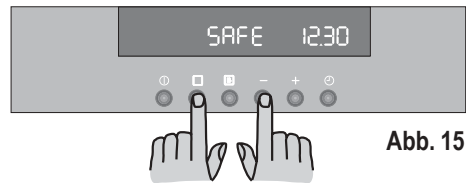

Abb. 15
- Drücken Sie gleichzeitig die Tasten  und "“ und halten Sie sie mindestens 3 Sekunden lang gedrückt. Man hört einen kurzen Signalton und auf dem Display erscheint die Anzeige 'SAFE' (Abb. 15).